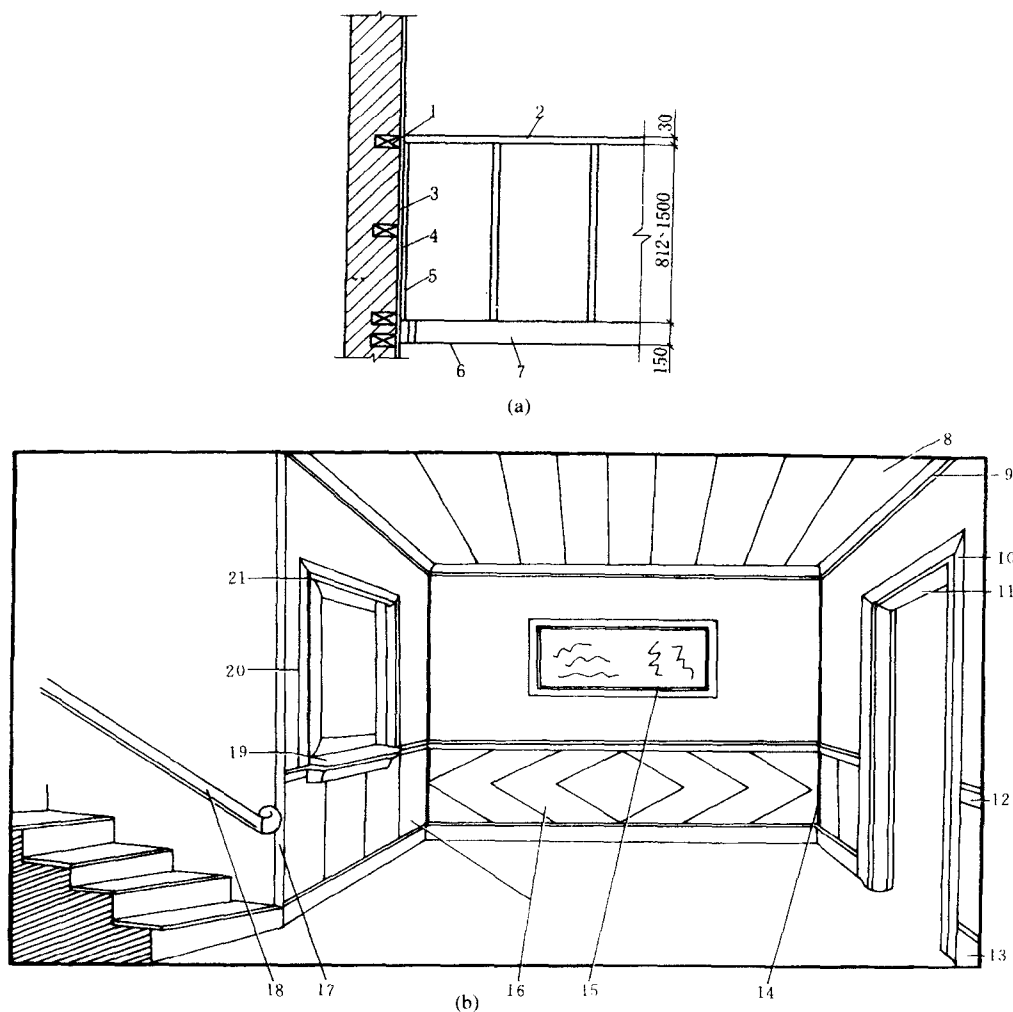

图 1-13 木墙裙的结构与安装实例
④ 护墙板镶装完毕后的整体木墙裙结构示意图示于图 1-13。
⑤ 磨光油漆。护墙板安装完毕后,应对木墙裙进行打磨、批填腻子、刷底漆、磨光滑、涂刷清漆。
(5) 操作注意事项。
① 严格按照施工顺序进行施工。
② 制做木龙骨时,要大面刨平、刨光,安装木龙骨要牢固,每块木砖上要钉两个钉子。
③ 装钉护墙板时,不要把面层碰坏。
④ 在阴阳角固定木压条或钉阴阳角装饰线时,要进行 45°对缝。
⑤ 面板上的装饰线条要与木色近似。